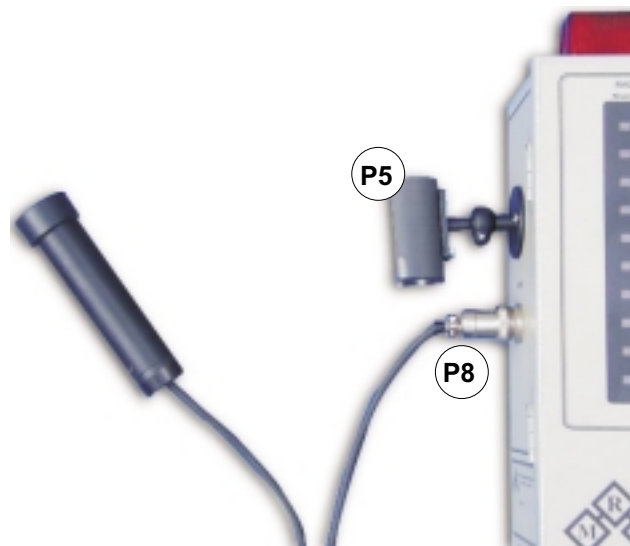

FIGURA 3.6 - FOTO DO ALERT APRESENTANDO O SUPORTE DA SONDA EXTERNA COM SEU BRAÇO ARTICULÁVEL
- P5 - Conecte o braço articulável do suporte da sonda e ajuste o parafuso, apertando-o levemente para não danificar a rosca do material plástico (figura 3.6).